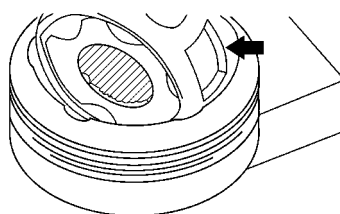

图 4 - 31 拆卸球笼
(2) 如图 4 - 31 所示 ,用力转动球笼 ,直到球笼的方孔(箭头所指位置)与壳体垂直 ,连球毂一起拆下球笼。